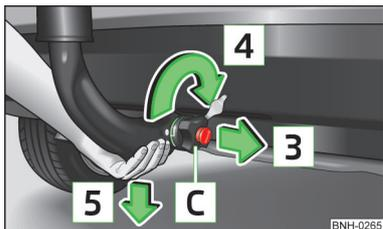

Fig. 107
- ▶ Afferrare la testa sferica dal basso » fig. 107 e tirare con l'altra mano il volante **C** in direzione della freccia **3**.